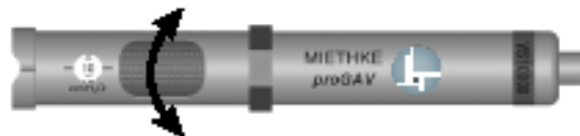

Abb. 16: Ajuste da ferramenta de verificação
3. A ferramenta de ajuste estará posicionada na pressão de abertura desejada ao girar o botão texturizado da unidade (fig. 16).